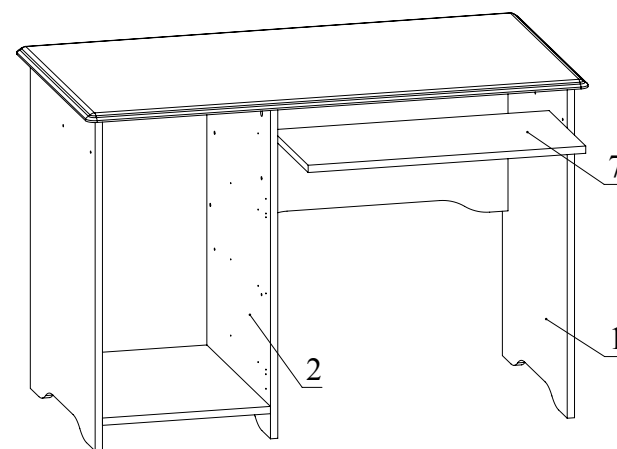

Рис.7
7. Установите деталь 7 (Рис. 7).